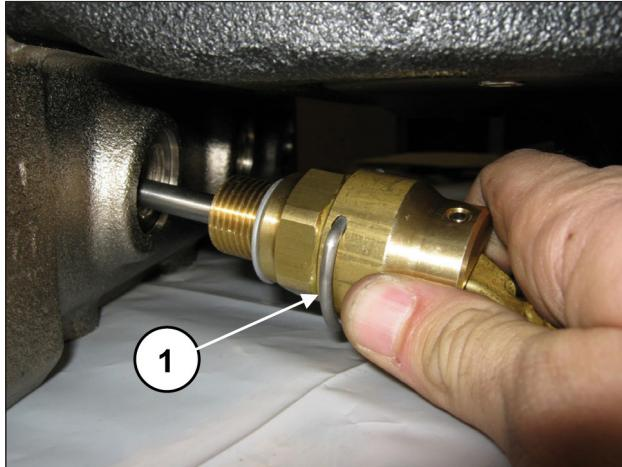
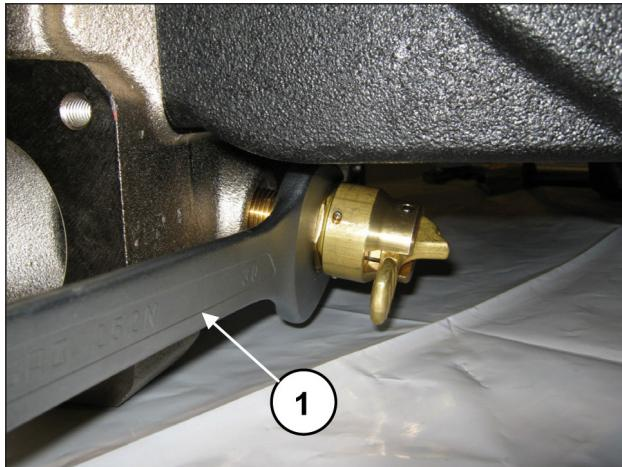

Fig. 150
Fig. 151
Appicare i dispositivi apertura valvole (pos. ①, Fig. 150) ed avvitarli mediante chiave da 30 mm (pos. ①, Fig. 151).